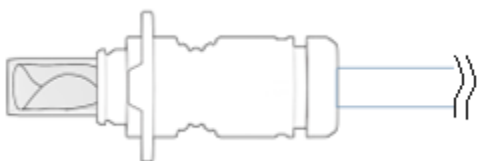

Figura 6. Inspección del implante (dentro de la cánula de carga).
- Compruebe visualmente la integridad del implante (dentro de la cánula de carga); no debe presentar arrugas, pliegues ni desgarros, vea la figura 6.